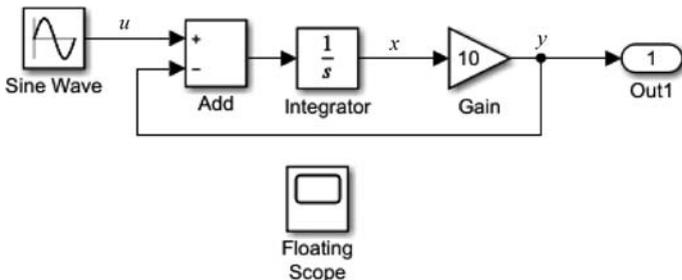

图 3-53 浮动示波器的使用
**【例 3-6】** 浮动示波器的使用。搭建如图 3-53 所示的仿真模型。